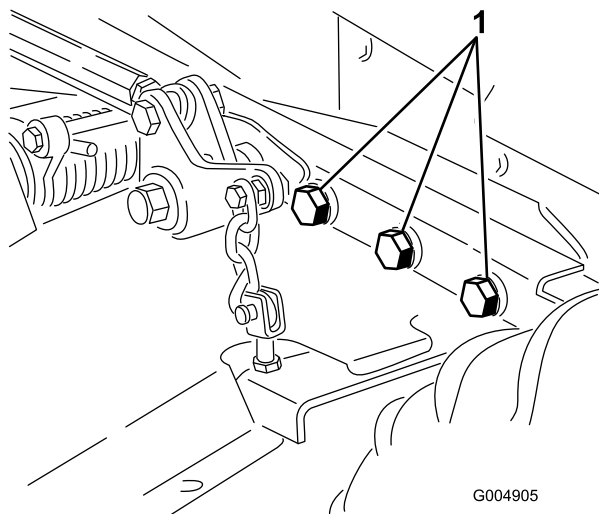

Figure 79
4. Vérifiez le serrage de toutes les fixations et resserrez-les au besoin. Serrez tout particulièrement les 6 boulons qui fixent le châssis du plateau de coupe au groupe de déplacement (Figure 79) à 359 Nm.